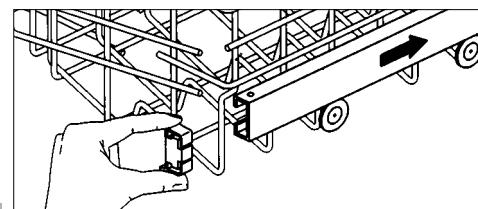
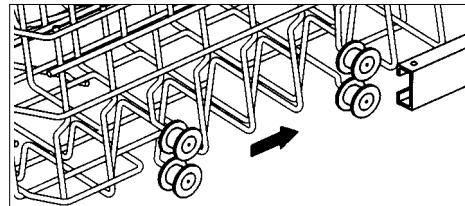

Abb. 7
Abb. 8
- Ziehen Sie den Korb ganz nach vorne und entfernen Sie die Schutzhülle auf der rechten Seite (siehe Abb. 7). Nehmen Sie den Korb heraus. Bringen Sie den anderen Radsatz in den Schienen an (siehe Abb. 8). Schieben Sie den Korb wieder in die Maschine und befestigen Sie die Schutzhülle.